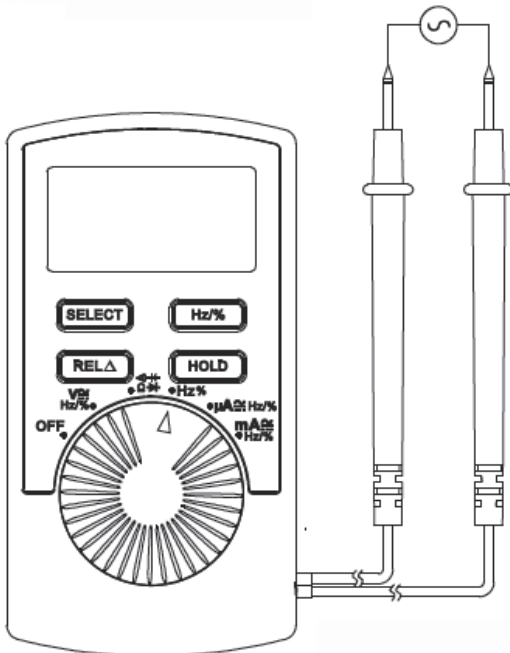

Рисунок 4
5.4. Измерение частоты и коэффициента заполнения (см. рисунок 4)